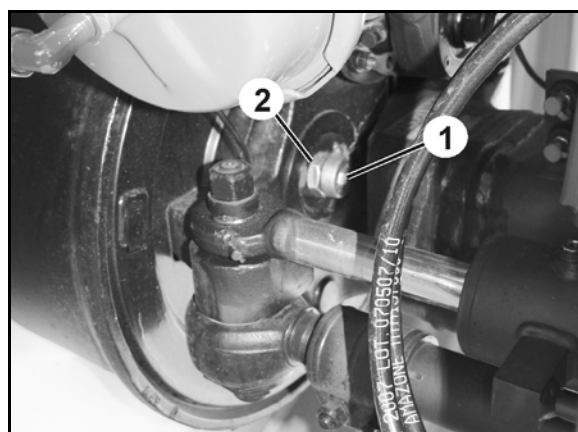

Fig. 45
Sistemul de comandă AutoTrail pentru păstrarea automată a urmei sesizează poziția unghiulară a proțapului (Fig. 45/1) spre direcția de mers a tractorului.
1. Introduceți bara unghiulară (Fig. 45/2) în bucșa de material plastic (Fig. 45/3).
2. Introduceți traductorul pentru unghiul de rotație (Fig. 45/4) în dispozitivul de preluare (Fig. 45/5).